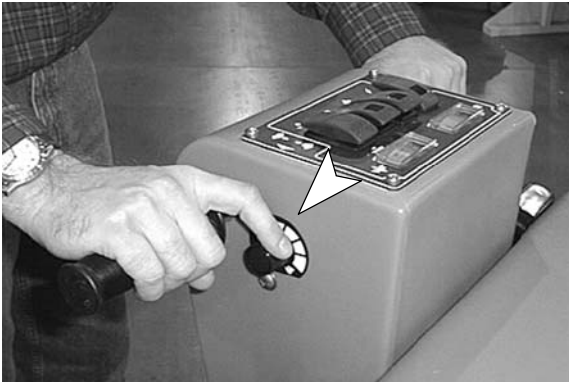

FIG. 17
6. Avant de démarrer, placez le bouton de commande de la vitesse sur le réglage de vitesse minimale (Figure 17).
7. Commencez à nettoyer en tournant les poignées de commande vers l'avant. Augmentez progressivement votre vitesse en tournant le bouton de commande de la vitesse vers l'avant (Figure 17).